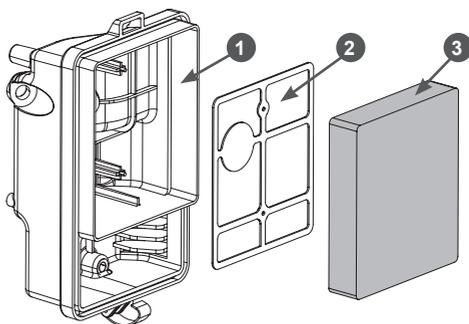

Рис. 20. Обслуживание воздушного фильтра
3. Извлеките из корпуса 1 воздушного фильтра поролоновый фильтрующий элемент 3 (Рис. 20).